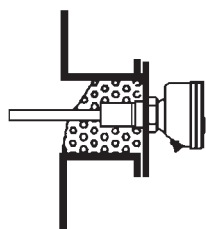

Figure 2
3. Monter l'appareil de façon à ce que la pièce vibrante puisse vibrer sans aucune entrave. Quand le barreau vibrant est complètement recouvert par le produit à détecter, l'appareil ne modifie pas l'état de son relais. Voir **Figure 2**.